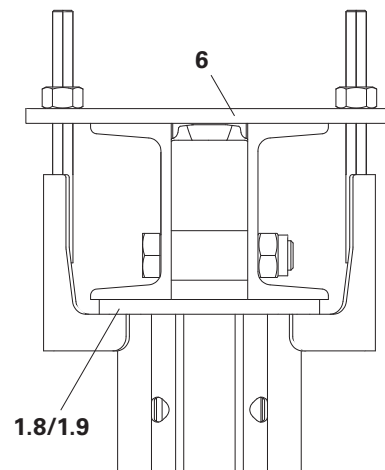

Fig. A6.01b
6. Serrare i dadi esag. M16 (6.4). (Fig. A6.01b)